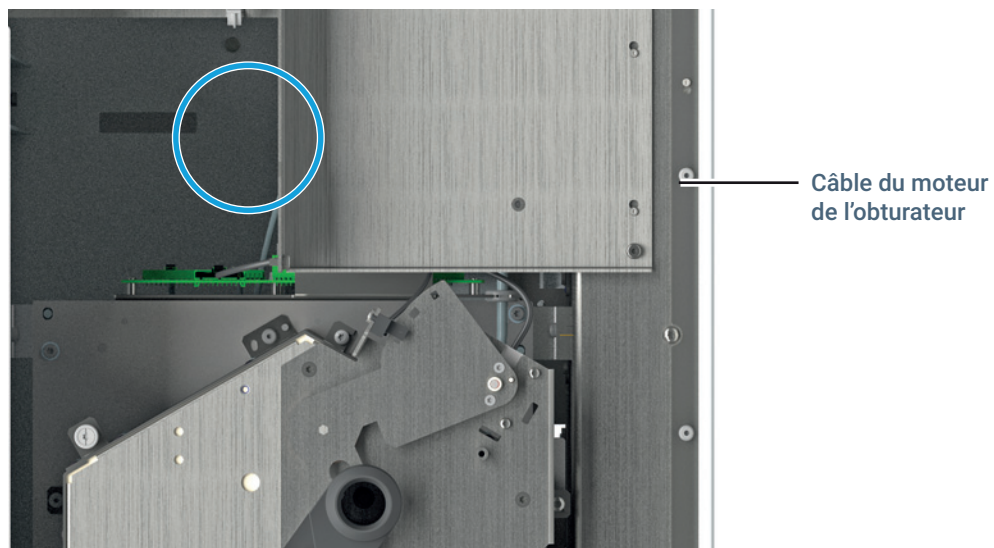

Figure 11. Débranchez le câble du moteur de volet de la carte de connecteur
- 7 Débranchez le câble du moteur de volet de la carte de connecteur. (Figure 11)